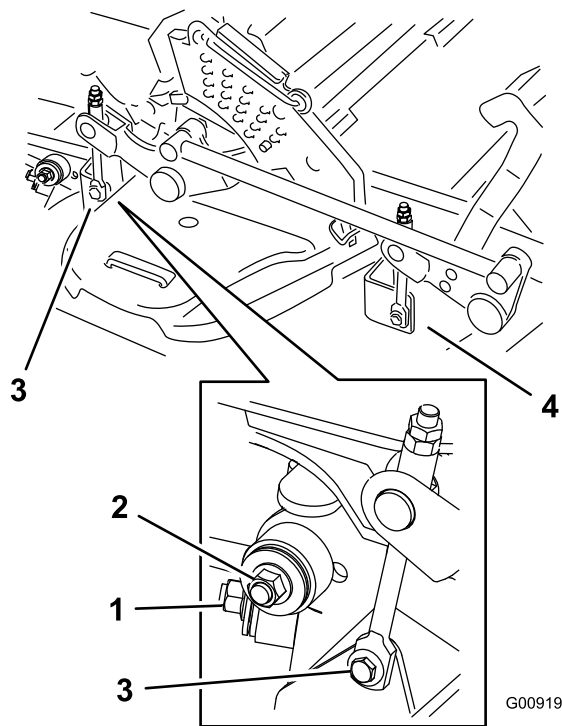

Figura 102
7. Retire y guarde los herrajes de ambos lados de la carcasa (Figura 102).